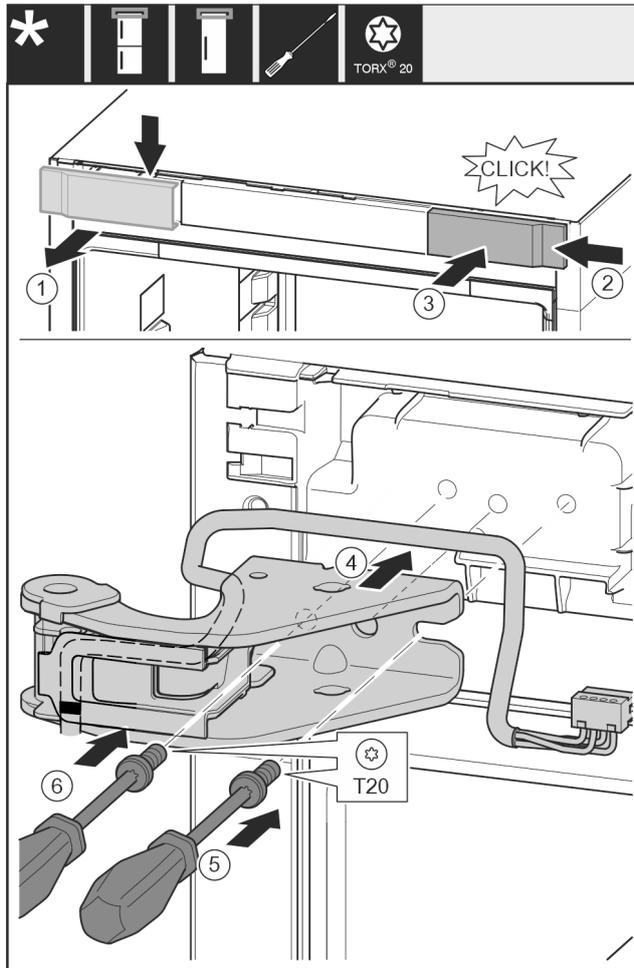

Fig. 23
- ▶ Retirer le couvercle depuis le haut vers l'avant. Fig. 23 (1)
- ▶ Accrocher le couvercle tourné à 180° de l'autre côté à partir de la droite. Fig. 23 (2)
- ▶ Enclencher le couvercle. Fig. 23 (3)
- ▶ Poser le support de palier supérieur. Fig. 23 (4)
- ▶ Poser la vis avec un tournevis T20 et la serrer. Fig. 23 (5)
- ▶ Insérer la vis avec un tournevis T20 et la serrer. Fig. 23 (6)